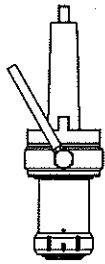

図 24
(2) ホルダ MT03075 ワンタッチ Ass'y (図 24)